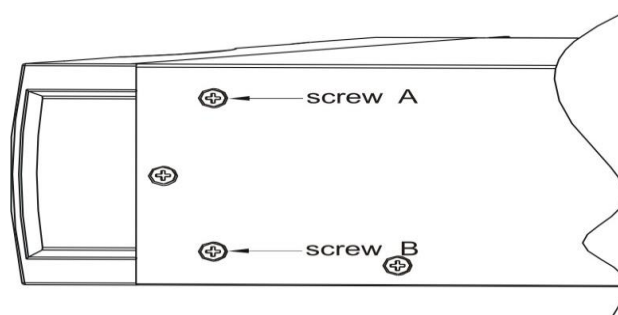

Рис.10
- выкрутите винт А и винт В, рис.10 (два винта М4 симметрично с двух сторон, всего четыре)